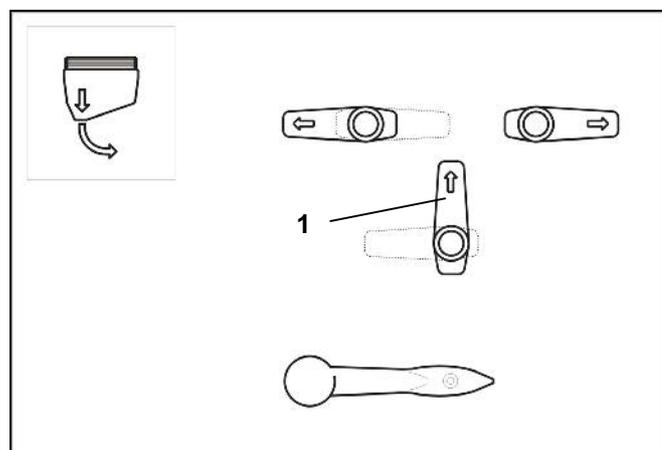

Fig. 7.10
- Den Mehr-Wege-Umschalthahn (7.10/1) entsprechend Fig. 7.10 zurückschwenken.